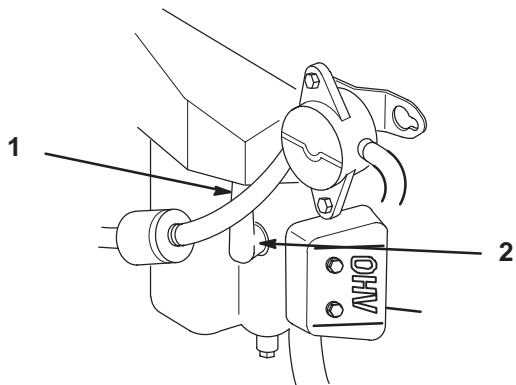

Bild 41
3. Ziehen Sie die Kerzenstecker ab (Bild 41). Reinigen Sie jetzt den Bereich um die Zündkerze(n), um zu verhindern, dass Schmutz in den Motor fallen und Schäden verursachen kann.
3. Stecken Sie die Zündkerzenstecker wieder auf die Zündkerzen auf (Bild 41).